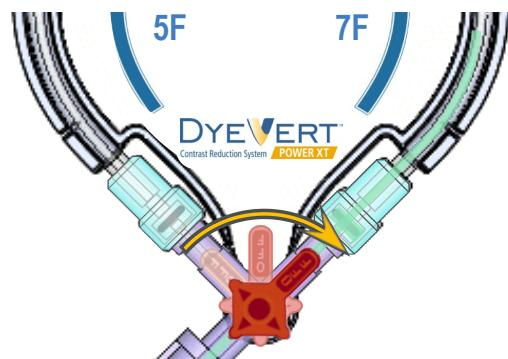

Figura 2 – Preparação do percurso de derivação do lado oposto
6) Gire a *torneira de seleção de válvula* para a outra posição da válvula. (Ver Figura 2)